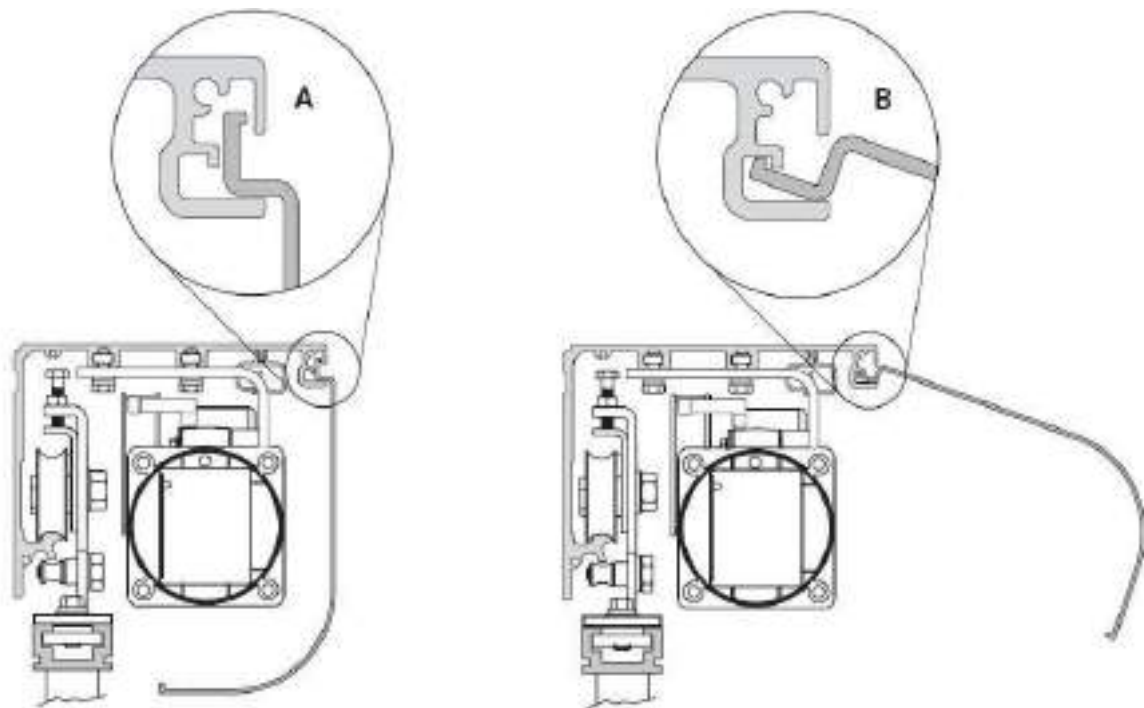

рис. 32
12.1. Без устройств блокировки или аккумуляторных батарей безопасности (рис. 32).